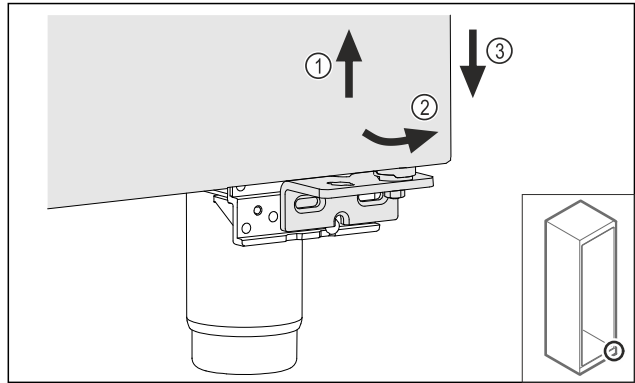

Fig. 24
- ▶ Трохи підніміть двері Fig. 24 (1), нахиліть їх знизу вперед Fig. 24 (2) та опустіть Fig. 24 (3).